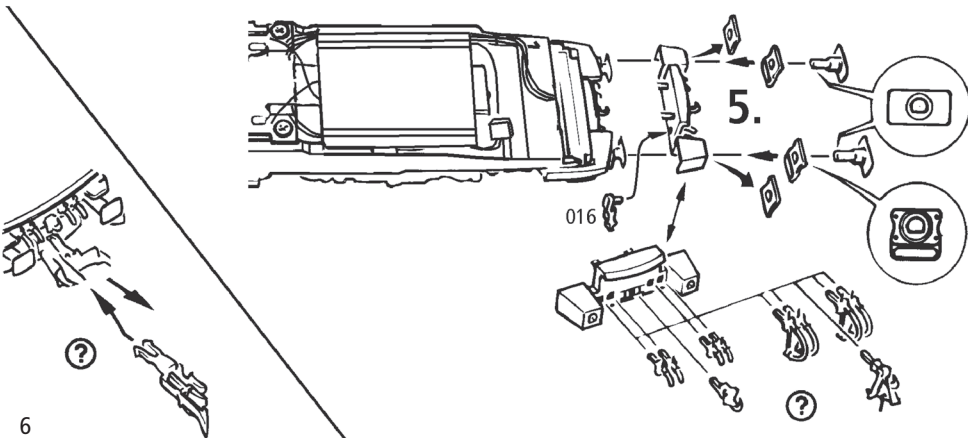

Fig. 4
2. Schmierung: Versehen Sie die im Schmierplan in Fig. 9 gekennzeichneten Stellen mit nur **kleinen Öltropfen**. Dazu zuerst das Lokgehäuse abnehmen (Fig. 4). Wir empfehlen den **ROCO Öler Art.-Nr. 10906**. Fürs Schmieren der Getriebeteile (Zahnräder, Schnecke) empfehlen wir das **ROCO-Spezialfett Art.-Nr. 10905**. Im Falle der Schmierung diese Teile **nicht ölen**.
Mehrzugbetrieb: Zuerst Lokgehäuse abnehmen (Fig. 4). Danach den Brückenstecker aus der Schnittstelle entfernen (diesen sorgsam aufbewahren). Danach den Stecker des Steuerbausteins lagerichtig einsetzen (siehe Fig. 6).
4. Motorwechsel: Lokgehäuse abnehmen (Fig. 4). Danach wird der Motor ausgebaut und ausgetauscht (Fig. 7).
2. Lubrication: Apply **tiny oil drops** to spots marked in fig. 9. Prior to lubrication dismantle locomotive (fig. 4). We recommend using item no. **10906, Roco oiler**. For lubrication the gearparts (e.g. cogwheels, worm) we should recommend our Roco **special grease** (item no. **10905**).
4. Motor Changing: First remove loco body (fig. 4), and then the motor (fig. 7).
2. Graissage: N'appliquez **qu'une toute petite goutte** aux endroits indiqués par le plan de graissage (fig. 9) après avoir démonté la caisse de la locomotive (fig. 4). Nous vous recommandons **le graisseur à huile Roco réf. 10906**. Pour graisser les engrenages (roues dentées, vis sans fin) nous vous conseillons la **graisse spéciale Roco réf. 10905** pour engrenages en matières synthétiques. Lorsque vous utilisez cette graisse il faut éviter d'huiler ces composants.
4. Remplacement du moteur: Démontez la caisse (voir fig. 4), puis vous pouvez échanger le moteur (fig. 7).